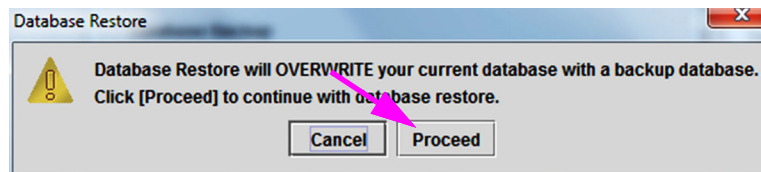

Figura 5-81. Caseta de dialog pentru confirmare Restaurare bază de date
8. Apare caseta de dialog Restaurare bază de date (Database Restore). Consultați Figura 5-81.